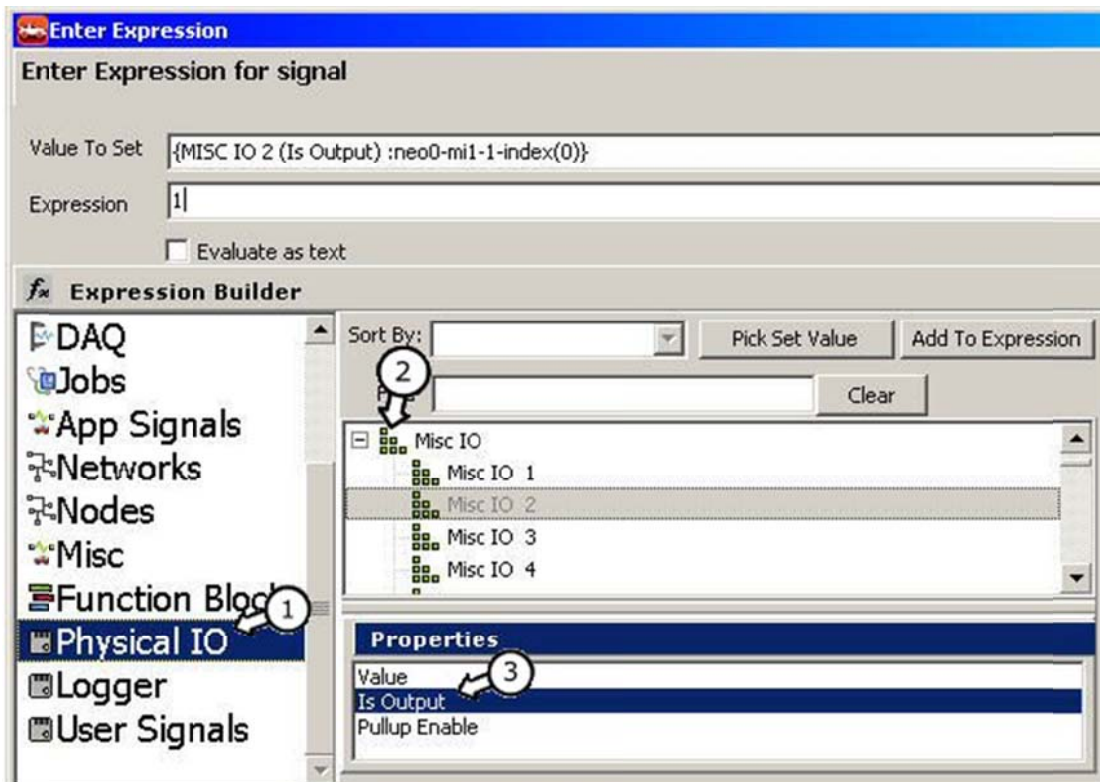

图 7-6 表达式编辑器配置 Misc 管脚
图 7-6 显示了表达式编辑器窗口。为了得到 Misc IO，选择左边窗口（如图 7-6 中①所示）中的“Physical IO”，然后选择右边的“Misc IO”（如图 7-6 中②所示）。在底部有三个属性（如图 7-6 中③所示）：“Value”选项用于设置或者读取 IO 的值。例如设置一个输出的值，或者读取一个输入的状态。“Is Output”属性设置 IO 的方向，目的是设置 IO 是输出还是输入。例如，需要一个数字输出，您应该设置“Is Output”属性为 1（输出）。如果该 IO 不是输出，而是输入，那么就设置该属性为 0（输入）。